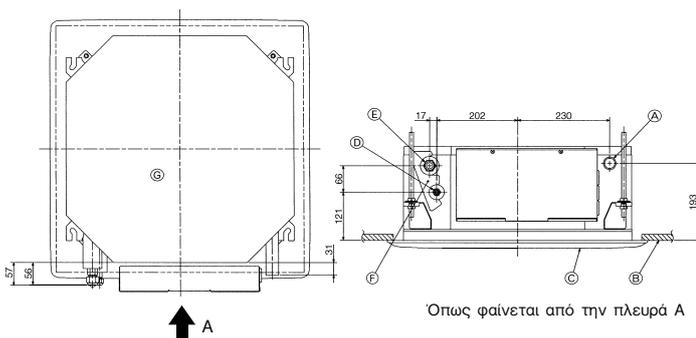

Fig. 5-7
5.3. Θέσεις αγωγών ψυκτικού και αποστράγγισης (Fig. 5-7)